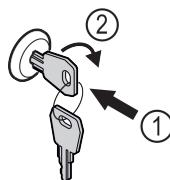

Fig. 158
- Ispauskite raktą. Fig. 158 (1)
- Pasukite raktą 90° pagal laikrodžio rodyklę. Fig. 158 (2)